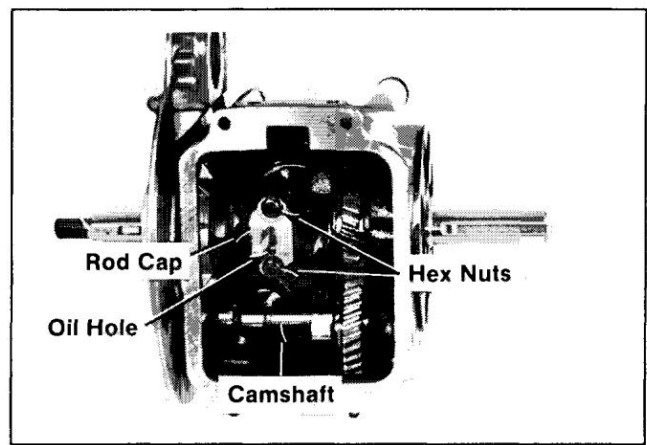

Figure 12-37. Installation du capuchon de bielle.
4. Lubrifiez les surfaces du vilebrequin et du tourillon de bielle avec de l'huile moteur. Installez le capuchon de bielle - assurez-vous que les repères sont alignés et que le trou d'huile est dirigé vers l'arbre à cames. Il est important que les marques sur la bielle et le capuchon soient alignés et face à l'extrémité volant du moteur. Reportez-vous à la Figure 12-37.